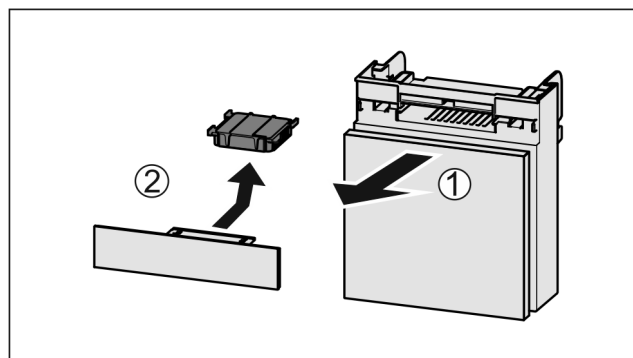

Fig. 183
- Вытянуть Fig. 183 (1) отделение движением вперед.
- Извлечение Fig. 183 (2) фильтра с активированным углем.